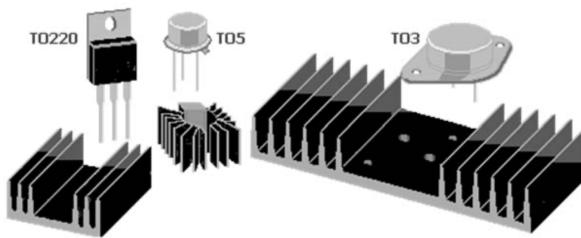

Fig. 2.3 – Composants et radiateurs
Pour favoriser les échanges thermiques avec le milieu extérieur, les différents composants de l'électronique de puissance (diodes, transistors) sont généralement montés sur des radiateurs (figure 2.3).
25. Exprimer en fonction de T_0 , T_a , b , h , λ et e la puissance thermique totale évacuée par l'aillette. Peut-on réduire la longueur de l'aillette sans diminuer sensiblement son efficacité? Si oui, proposer une nouvelle longueur notée a' . Commenter la forme des radiateurs apparaissant sur la figure 2.3.